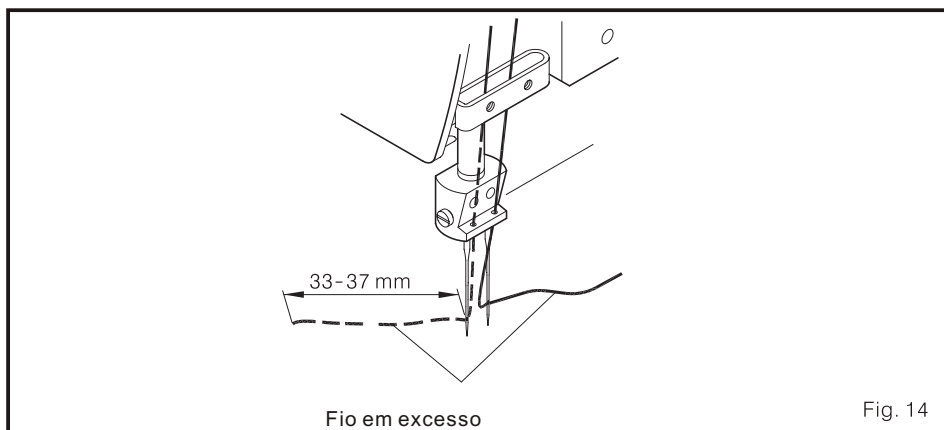

Fig. 14
- O longo promedio de fio disponível é de 33-37mm (Fig. 14)